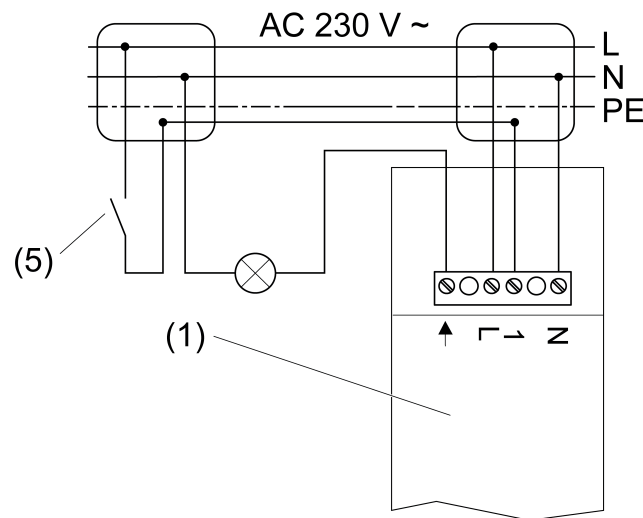

Bild 3
- Den Schaltaktor (1) und gegebenenfalls Installationstaster (5) gemäß Anschlussplan anschließen (Bild 3).